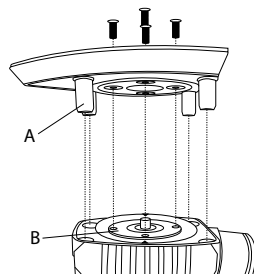

Abbildung 1
- ◆ Montieren Sie jetzt die gewünschte Schleifplatte **B** zu der Schleifplatte ausgerichtet ist. Die Gewindebohrungen der Befestigungsplatte **B** müssen zu den entsprechenden Löchern der jeweiligen Schleifplatte ausgerichtet sein. Die Gummistifte **A** **15** (nur Schleifplatte **9** und **11**) zu den Löchern im Gerät (siehe Abb. 1).